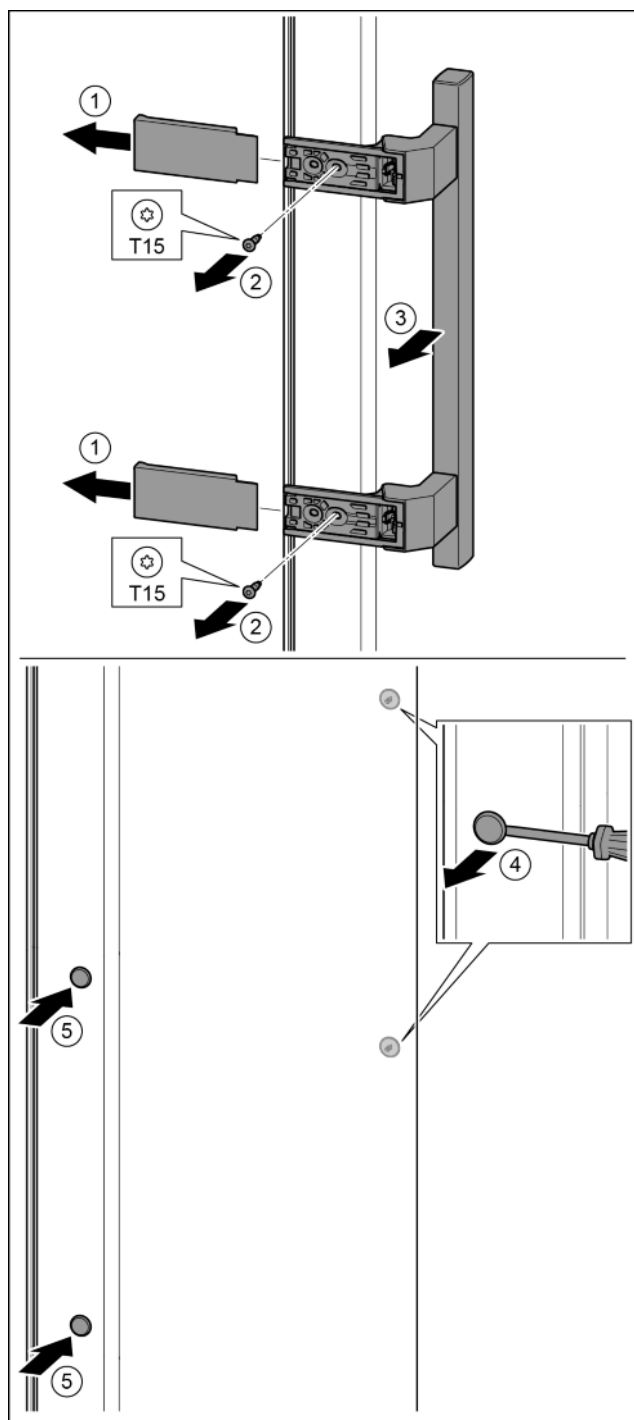

Fig. 17
- ▶ Зніміть кришку. Fig. 17 (1)
- ▶ Викрутіть гвинти за допомогою викрутки T15. Fig. 17 (2)
- ▶ Зніміть ручку. Fig. 17 (3)
- ▶ За допомогою шлицевої викрутки обережно підійміть бокову пробку та витягніть її. Fig. 17 (4)
- ▶ Знову вставте пробку з іншого боку. Fig. 17 (5)